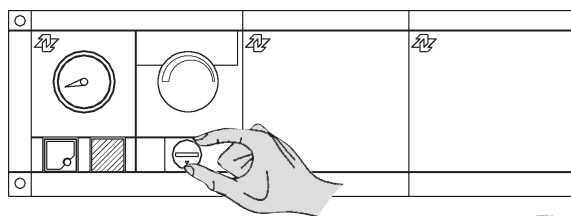

Fig. 5.6
- avlägsna huyen på säkerhetstermostaten (fig. 5.6)